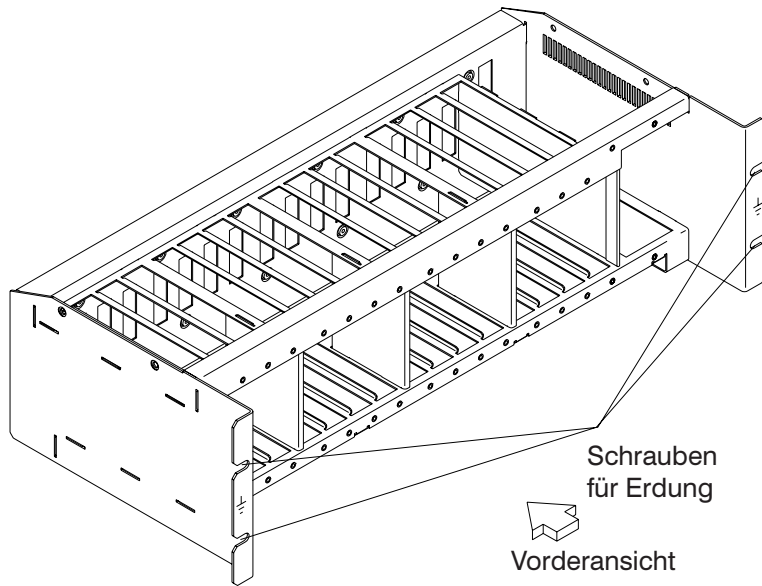

Figure 0-15. Erdung des Verteilerkastens über Schrauben
- der elektrische Durchgang zwischen dem Gehäuseschutzleiteranschluß und dem Verteilerkasten, sofern vorhanden, gewährleistet ist. Dieser Schritt muß vor dem Anschluß von Signalkabeln erfolgen (siehe Figure 0-15 on page xxx).
- 1) Erdung über die vier Schrauben (mit denen der Verteilerkasten am Gehäuse befestigt ist), falls der Gehäuserahmen mit dem Erdungssystem des Gebäudes verbunden ist (siehe Figure 0-15 on page xxx).